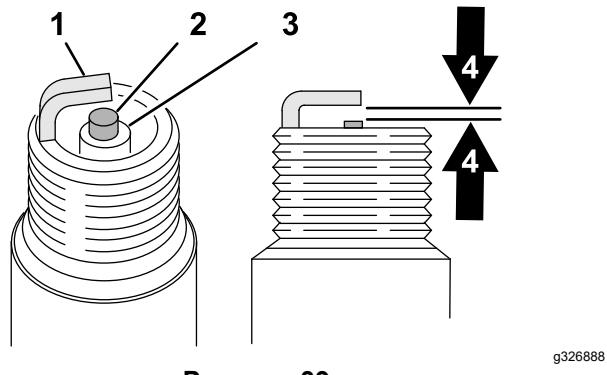

Рисунок 39
4. Отрегулируйте зазор (Рисунок 39) между средним и боковым электродами так, чтобы он составлял 0,76 мм.